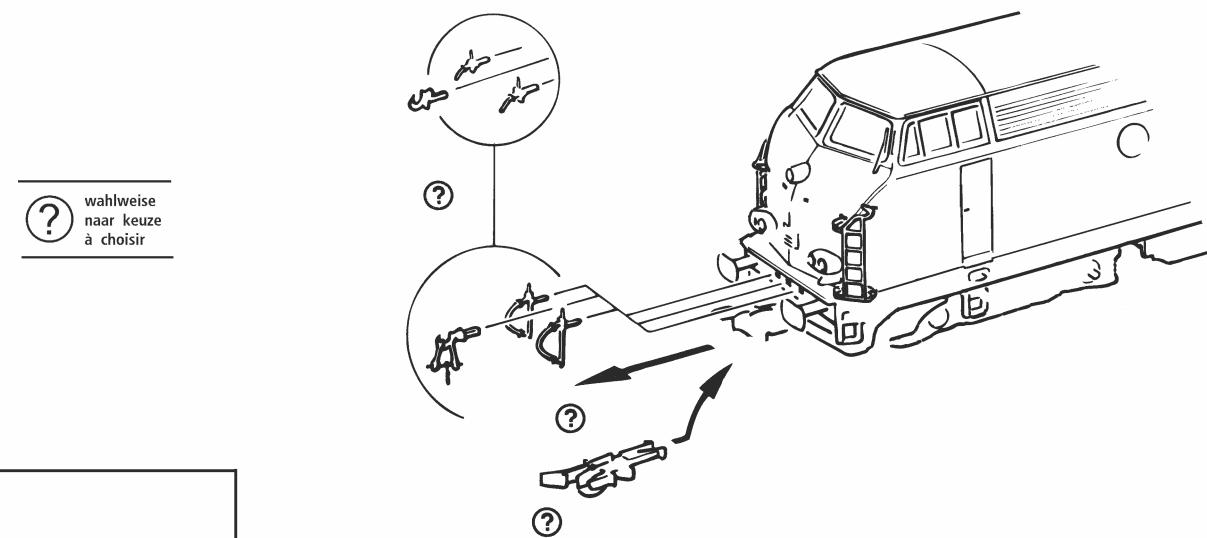

Fig. 3
Mehrzugbetrieb: Brückenstecker aus der Schnittstelle entfernen (sorgsam aufbewahren). Zuletzt den Stecker des Steuerbaustein lagerichtig einsetzen. (Fig. 9). Dazu zuerst das Lokgehäuse abnehmen (Fig. 3).
2. Schmierung: Versehen Sie die im Schmierplan in Fig. 8 gekennzeichneten Stellen mit nur **kleinen Öltropfen**. Dazu zuerst das Lokgehäuse abnehmen (Fig. 3). Zur Schmierung der Getriebeteile (Zahnräder, Schnecke) empfehlen wir das **ROCO-Spezialfett 10905**. Im Falle der Schmierung diese Teile bitte nicht ölen.
3. Lämpchenwechsel: Bitte nehmen Sie zuerst das Lokgehäuse ab (Fig. 3). Danach können Sie die **Lämpchen** wechseln (Fig. 4).
4. Kohlebürstenwechsel: Lokgehäuse abnehmen (Fig. 3). Danach wird der **Motor ausgebaut** und die Kohlebürsten ausgewechselt (Fig. 10).
Exploitation en télécommande multi-trains: Enlevez ensuite la fiche de shunting de l'interface (à conserver!) et enfichez finalement la fiche du module de télécommande aux prises de l'interface. Veillez à la position correcte de la fiche (voir fig. 9). Après avoir démonté la caisse de la locomotive (fig. 3).
2. Graissage: N'appliquez qu'une tout petite goutte aux endroits indiqués par le plan de graissage (fig. 8) après avoir démonté la caisse de la locomotive (fig. 3).
3. Remplacement des ampoules: Veuillez démonter d'abord la caisse de votre locomotive (fig. 3), puis vous pouvez échanger les ampoules
4. Remplacement des balais du moteur: Démontez la caisse (voir fig. 3). Démontez ensuite le moteur et échangez le balais (fig. 10).
Digitaal: Verwijder de brugstekker en bewaar deze goed. Plaats nu de 8-polige decoderstekker overeenkomstig de bijgevoegde informatie over decoder-inbouw (fig. 9). Verwijder natuurlijk eerst het loc-huis (fig. 3).
2. Het smeren: Op de aangegeven punten slechts een enkel oiledruppeltje (fig. 8). Daartoe wel eerst het lochuis verwijderen (fig. 3). Wij adviseren **Roco-smeerolie art. 10906**. Voor het smeren kan de aandrijving (tandwielen, wormwielen, etc.) adviseren wij **Roco-smeervet art. 10905**. Let op: geen olie gebruiken waar smeervet zit.
3. Verwisselen van de lichten: Verwijder eerst de loc-kap (fig. 3) en verwissel van de lampjes (fig. 4).
4. Het vervangen de koolborstsels: Loc-kap verwijderen (fig. 3). Daarna tilt u de motor eruit en kunt u de borstsels vervangen (fig. 10).